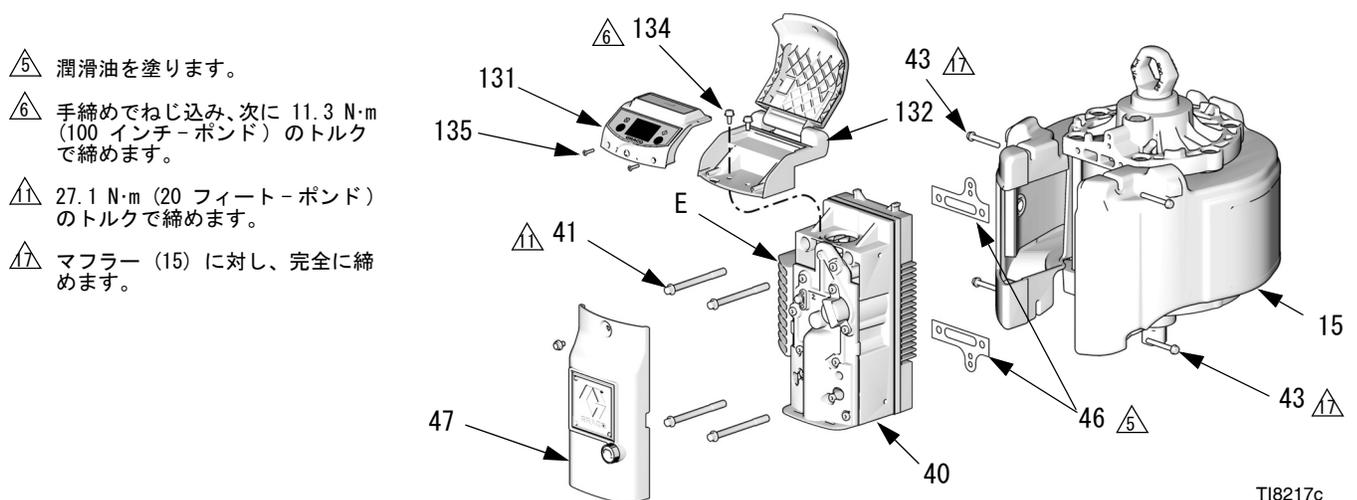

図 9. エアバルブの取り外し (DataTrak モジュール付きモデルを以て示す)
4. 図 9 を参照してください。外側バルブカバー (47) を外します。
- a. **DataTrak モデル**：ネジ (135) 2 本を外します。DataTrak モジュール (131) を注意深く取り外します。14 ページを参照してください。ランナウェイソレノイドとセンサーケーブルの接続をモジュール板から外します。2 本のネジ (134) を外し、注意しながらハウジング (132) をエアバルブから滑らせて外します。
7. 図 9、21 ページを参照してください。ガスケット (46) を潤滑し、エアバルブ (40) の後の穴に合わせていることを確認します。エアバルブを取り付けます。ネジ (41) を取り付け、および 27.1 N・m (20 フィート・ポンド) のトルクで締めます。ネジ (43) を手で通し、マフラー (15) にネジを完全に締め付けます。
- ⚠ 2 **重要**：スプリング (S) を永久的に変形させないでください。支障を避けるため、スプリングをピストン (119) に対して完全に締まっている必要があります。